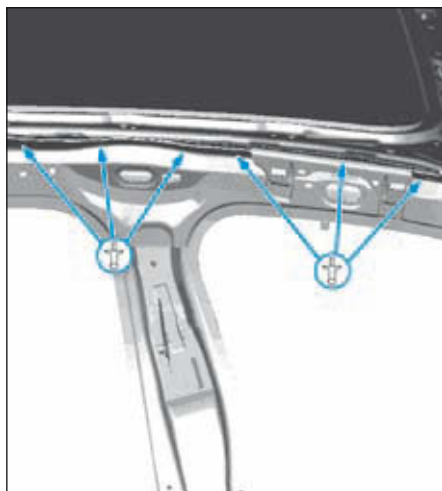
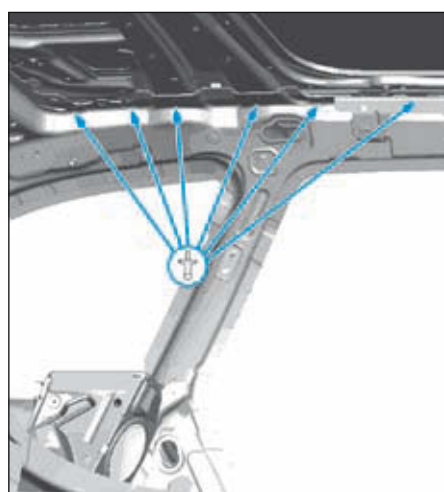

FIG.85
FIG.86
• Ajuster les rivets et repérer les emplacements par l'intérieur (Fig.85) et (Fig.86).